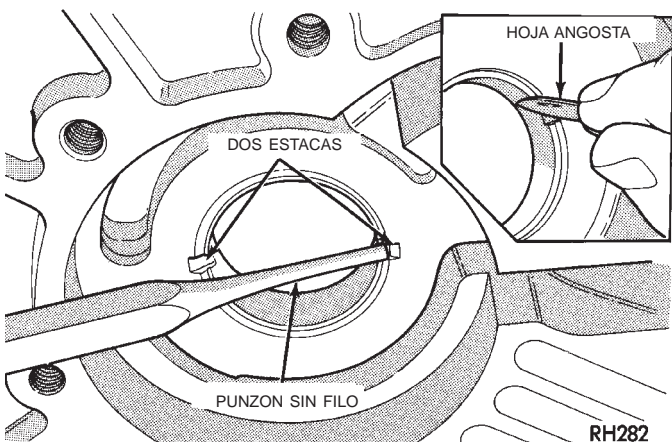

Fig. 124 Fijación del casquillo de la bomba de aceite
- (3) Estaque el casquillo de bomba nuevo en dos lugares con un punzón sin filo (Fig. 124). Luego retire las rebabas de los puntos de estaca con la hoja de un cuchillo.